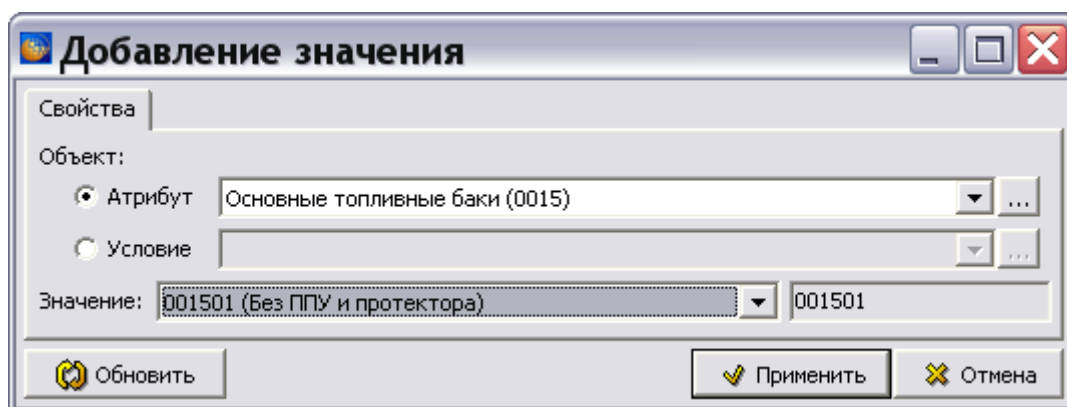

Рис. 103
6. В окне **Добавление значения** из выпадающих списков выберите атрибут «Основные топливные баки» и его значение «001501 (без ППУ и протектора)» (Рис. 103).